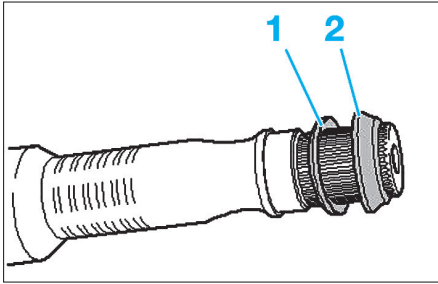

FIG. 8
- Mettre en place la rondelle élastique (1) et la rondelle d'appui (2) (Fig.8).